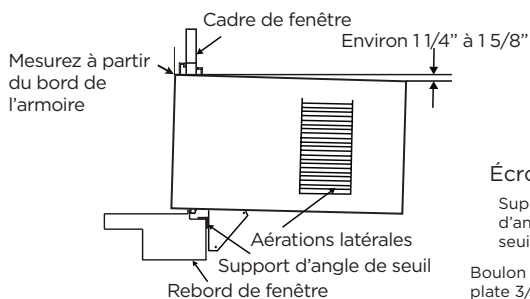

Fig.14
5. Pour fenêtre recouverte de vinyle : placez deux verrous de sécurité dans les trous situés au bas de l'armoire et enfoncez deux vis de verrouillage Phillips à tête cylindrique #10X1/4" à travers les verrous de sécurité dans l'armoire, comme illustré (Fig. 14).
- REMARQUE:** Vérifiez que le climatiseur est incliné vers l'arrière d'environ 1-1/4" à 1-5/8" (incliné d'environ 3" à 4" vers le bas vers l'extérieur). Après une installation correcte, le condensat ne doit pas s'écouler du trou d'évacuation du trop-plein pendant une utilisation normale, sinon corrigez la pente (Fig. 14).